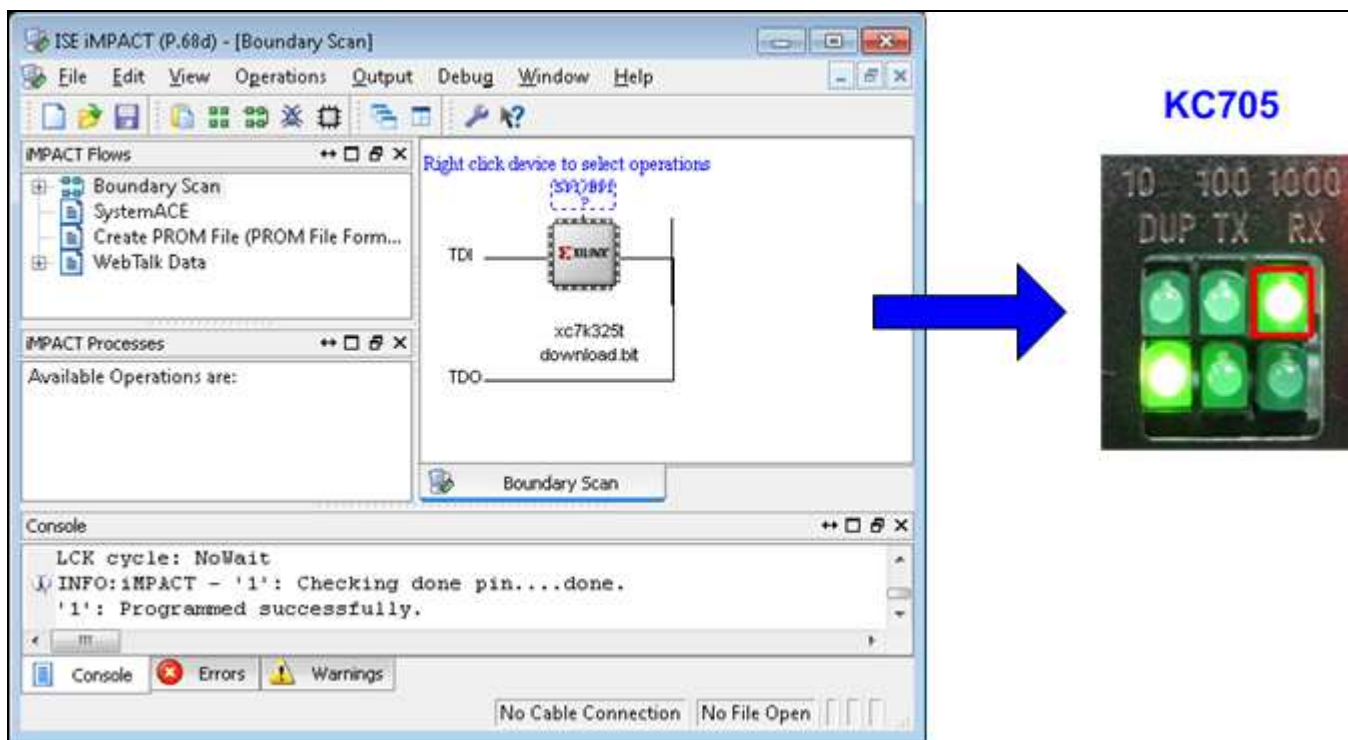

図 5: FPGA のコンフィグレーションとリンク LED の点灯
- KC705 の場合、iMPACT を起動し評価用ビット・ファイルの“download_twoport.bit”で FPGA をコンフィグレーションする。コンフィグレーション後、図 5 に示すように RJ45 そばの LED (DS11)の 1000Mbit リンク LED が点灯しリンクが確立されていることを確認する